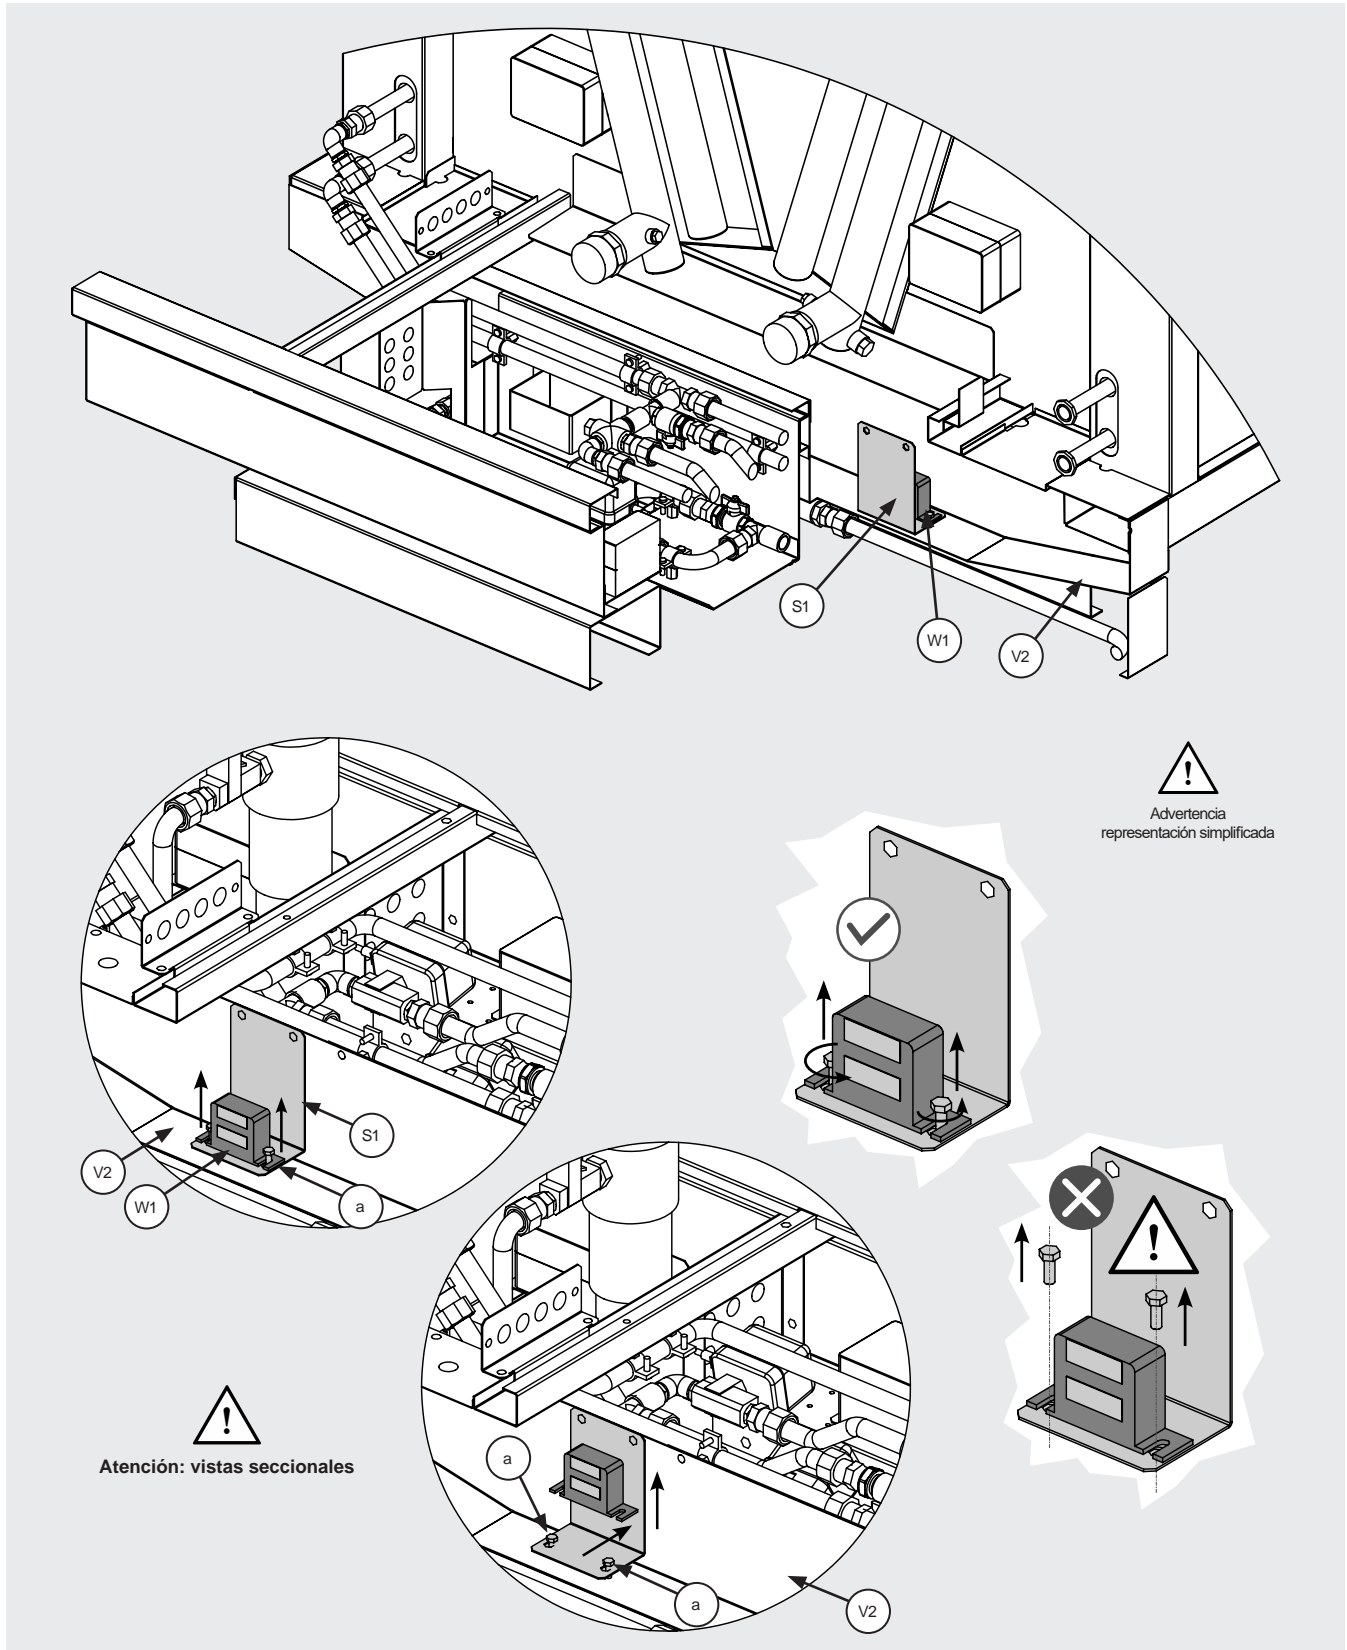

Figura 31
- 12.16.4 Para sustituir el interruptor de nivel (W1), consulte la Figura 31. (W1) está alojado sobre un soporte (S1) que lo mantiene en su sitio.